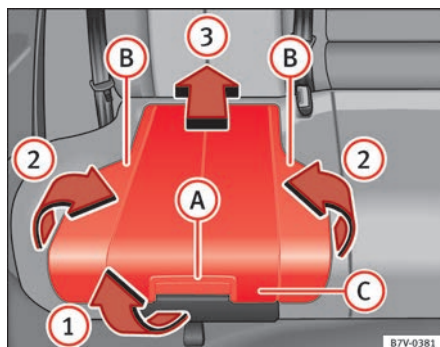

Fig. 29 Asiento integrado para niños: levantar el cojín.
- Tire del cojín hacia delante por la palanca de desbloqueo ⇒ fig. 29 **(A)** en la dirección de la flecha **(1)**.